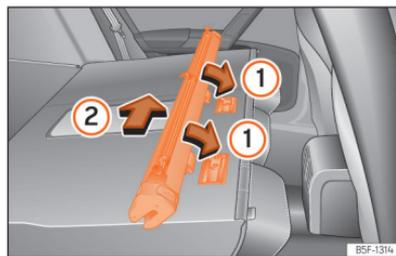

Abb. 187 Einbau des Trennnetzes an den Rücksitzlehnen
- Ordnen Sie die Schale des Netzes in der Unterseite der Stützschielen in Pfeilrichtung an »» (Abb. 187) ①.
- Drücken Sie die Schale nach links vom Fahrzeug in Pfeilrichtung »» (Abb. 187) ② und bis zum Anschlag.
- Ziehen Sie am Gehäuse des Netzes ca. 5 cm gegen die Pfeilrichtung »» (Abb. 187) ②.
- Nehmen Sie den Einsatz des Trennnetzes aus den Halteschielen, indem Sie entgegen der Pfeilrichtung ziehen »» (Abb. 187) ①.